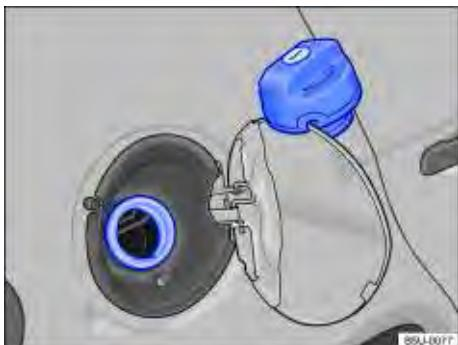

Fig. 122 Portinhola do tanque de combustível aberta com a tampa do tanque de combustível pendurada.
- Girar a tampa do tanque de combustível no sentido anti-horário e encaixar a tampa na dobradiça da portinhola do tanque de combustível ⇒ Fig. 122.